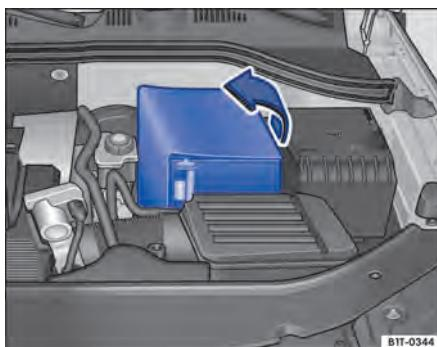

Fig. 136 No compartimento do motor: rebater a guarnição da bateria do veículo para fora.
- Rebater a cobertura para fora no sentido da seta ⇒ **Fig. 136**.